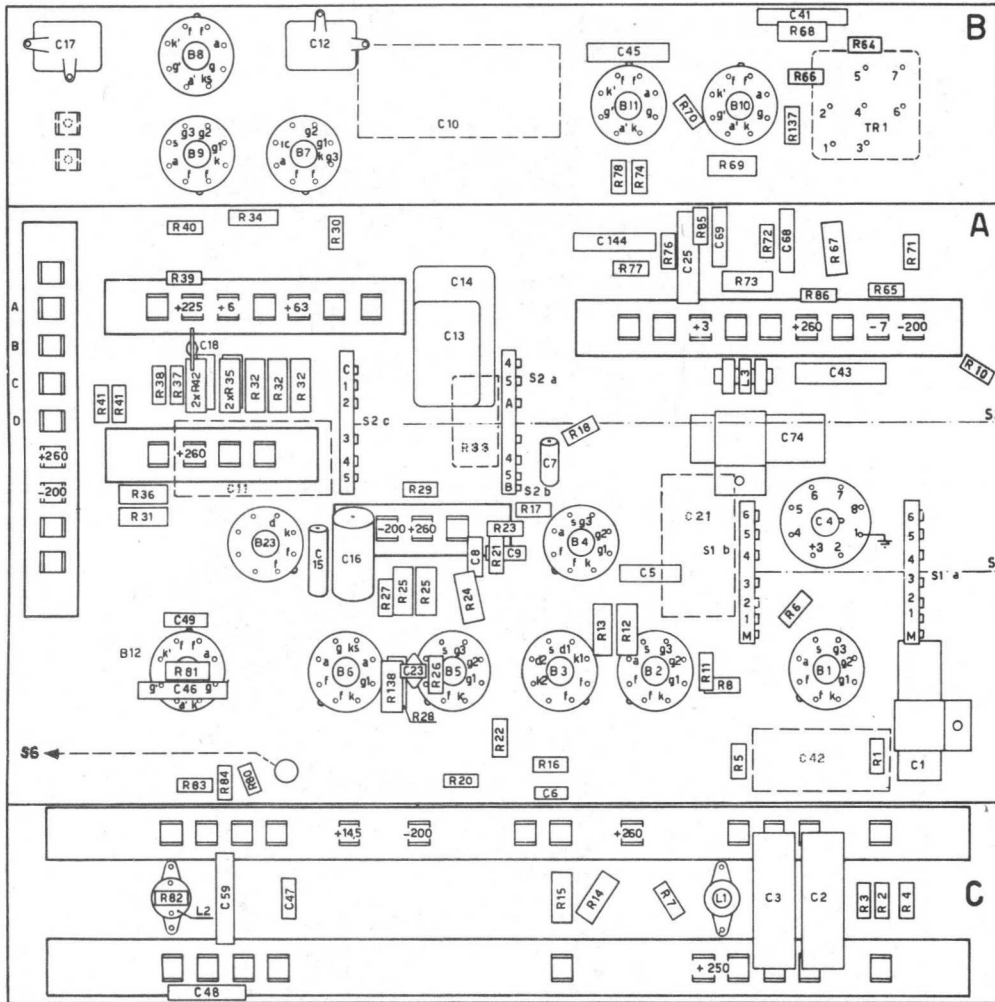

fig. 5
4.4. Linker aanzicht (zie fig. 5, 6 en 7)